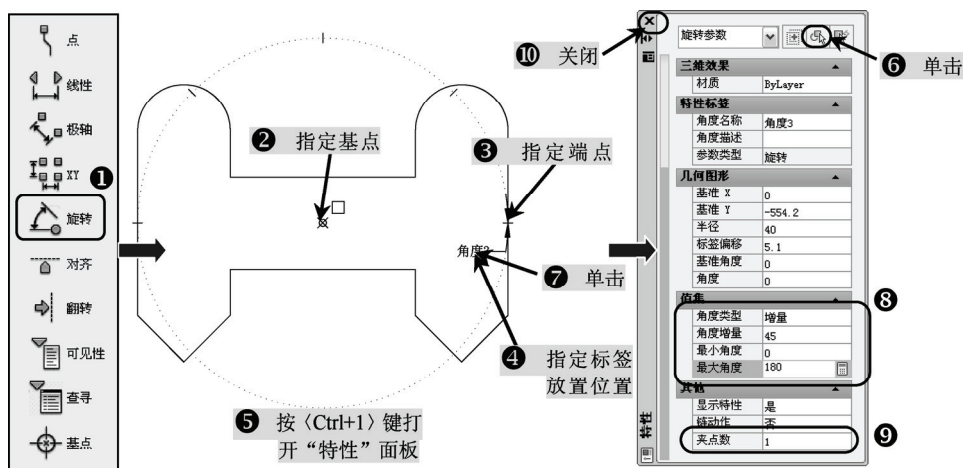

图 9-16 旋转参数操作及设置数据
- 2) 在“块编写选项板”中的“参数”选项卡中单击“旋转”工具按钮，提示指定基点，单击中心的点，提示指定参数半径，单击右端竖直线段的中点（或者输入“40”），提示指定默认旋转角度，输入“0”，放置好该标签的位置；执行“特性”命令（mo），选择刚才绘制好的标签，在“集值”选项中的“角度类型”中选择“增量”，在“角度增量”栏输入“45”，在“最小角度”栏输入“0”，在“最大角度”栏输入“180”，在“其他”选项中的“夹点数”中选择“1”，关闭“特性”选项板，如图 9-16 所示。